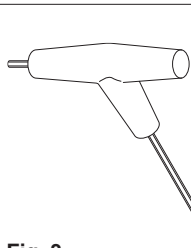

Fig. 3
- una chiave a brugola da 3 mm (Fig. 3)
- a 3 mm Allen wrench (Fig. 3)
- ein 3 mm Inbusschlüssel (Abb. 3)
- una llave allen de 3 mm (Fig. 3)
- een 3 mm imbussleutel (Fig. 3)